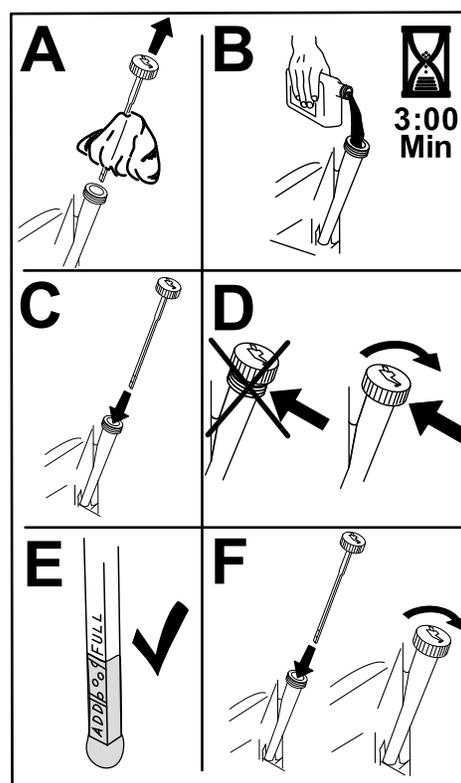

Figura 42
- Deite cerca de 80% do óleo especificado no tubo de enchimento e adicione lentamente o óleo adicional até chegar à marca **Full (cheio)** (Figura 42).